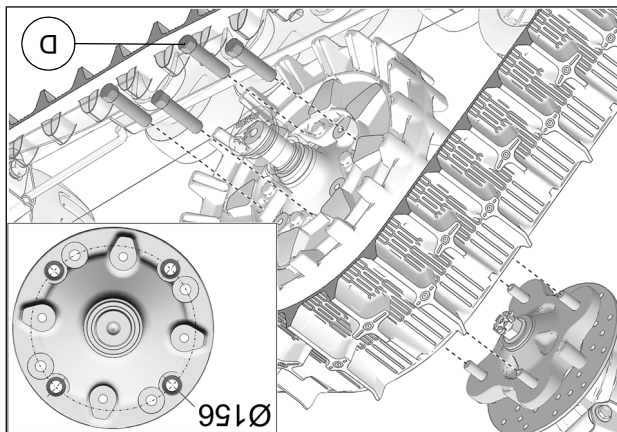

Fig. 11
10. Fixer le système de traction au moyeu de roue arrière. Utiliser le cercle de perçage de Ø156 mm et les écrous de roue M12 (D) fournis. Voir la Fig. 11